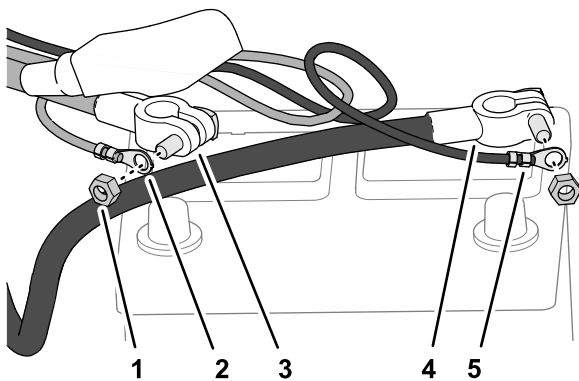

Figure 15
1. Sur les câbles positif et négatif de la batterie, retirez les écrous du côté court des boulons des colliers de la batterie (Figure 15).
2. Avec un écrou de collier, fixez la cosse en anneau du faisceau électrique muni du câble noir sur le boulon de collier du câble négatif de la batterie (Figure 15).
3. Avec un écrou de collier, fixez la cosse en anneau du faisceau électrique muni du câble rouge sur le boulon de collier du câble positif de la batterie (Figure 15).